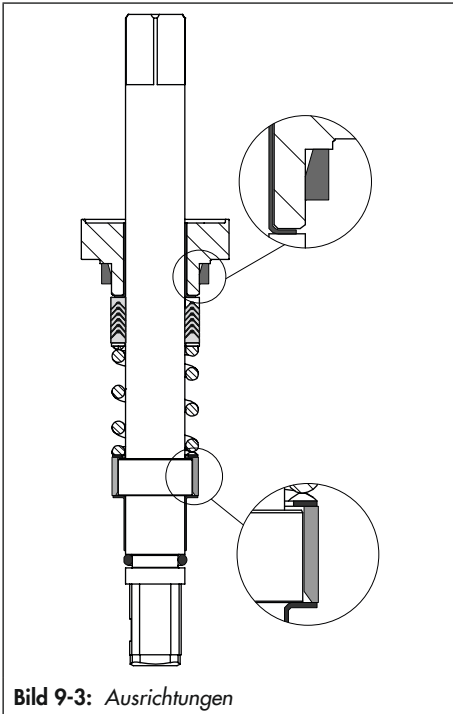

Bild 9-3: Ausrichtungen
Vgl. Bild 9-2 und Bild 9-3
1. Schraubverbindung (60 oder 65, 75) lösen. Stopfbuchsbrille (15) und Lagerbuchse (17) abheben.
2. Stopfbuchsbrille (15) und Lagerbuchse (17) reinigen, am Innendurchmesser der Stopfbuchsbrille (15) Schmiermittel auftragen und die Lagerbuchse (17) von unten in die Stopfbuchsbrille einsetzen.
5. Zwischen den einzelnen V-Ringen der neuen Packung (40) Schmiermittel auftragen und die V-Ringe zu einer Packung zusammensetzen.
6. Schmiermittel am Innen- und Außendurchmesser der Packung (40) auftragen.
7. Ring (35) über die Ventilwelle (12) in das Ventilgehäuse einschieben. Dabei die korrekte Ausrichtung anhand der Fase beachten, vgl. Bild 9-3.
8. Distanzstück (49) so montieren, dass die Schulter der Ventilwelle (12) abgedeckt
ist. Dabei die korrekte Ausrichtung anhand der Fase beachten, vgl. Bild 9-3.
9. Die erste Gleitscheibe (24), die Feder (10) und die zweite Scheibe (20) in den Packungsraum einschieben.
10. Die Packung (40) in den Packungsraum einschieben. Dabei die korrekte Ausrichtung der V-Ringe beachten, vgl. Bild 9-3.
11. Schraubverbindung (60 oder 65, 75) schmieren und die Stopfbuchsbrille (15) samt Lagerbuchse (17) mithilfe der Schraubverbindung (60 oder 65, 75) am Ventilgehäuse befestigen. Anzugsmomente beachten.